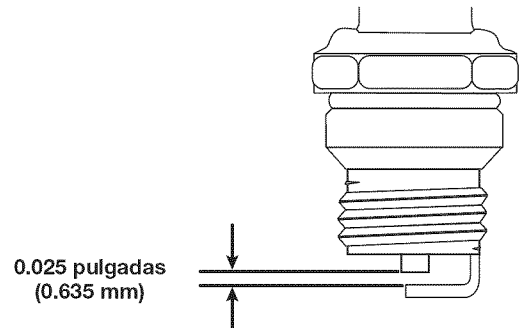

Fig. 15
4. Use un calibrador de hoja para ajustar abertura de la bujía a **0.025 pulgadas (0.635 mm)** (Fig. 15).